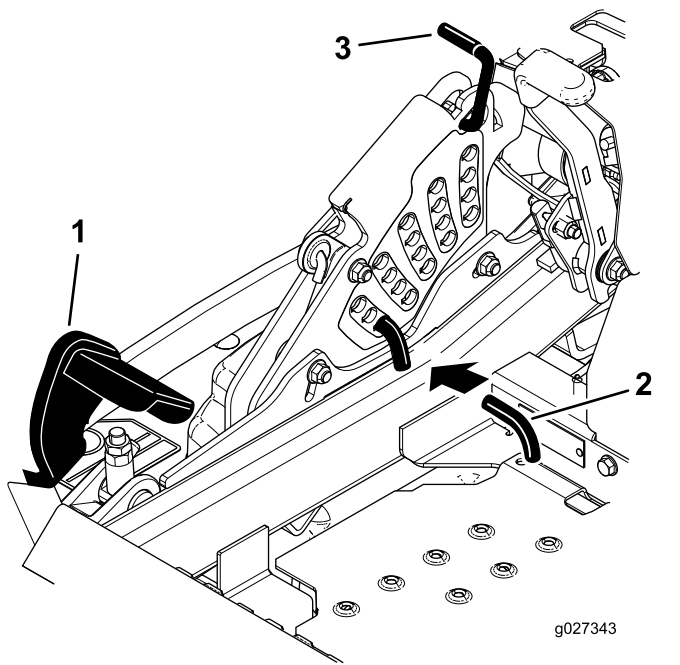

Figura 87
5. Empuje el pedal de elevación de la carcasa hacia delante del todo; la carcasa se enganchará en la posición de transporte de 13.2 (5½") (Figura 87).